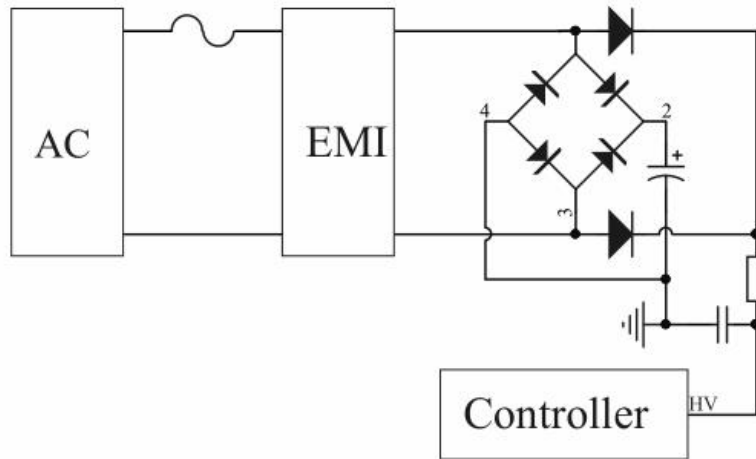

图 1：高压启动电路
DK045GF 包含多功能高压 (HV) 引脚。为达到快速启动，内部集成了高压启动电路，可以快速启动电源同时能够有效降低待机功耗，如图 1 所示，能够快速准确监测输入电压，在输入掉电